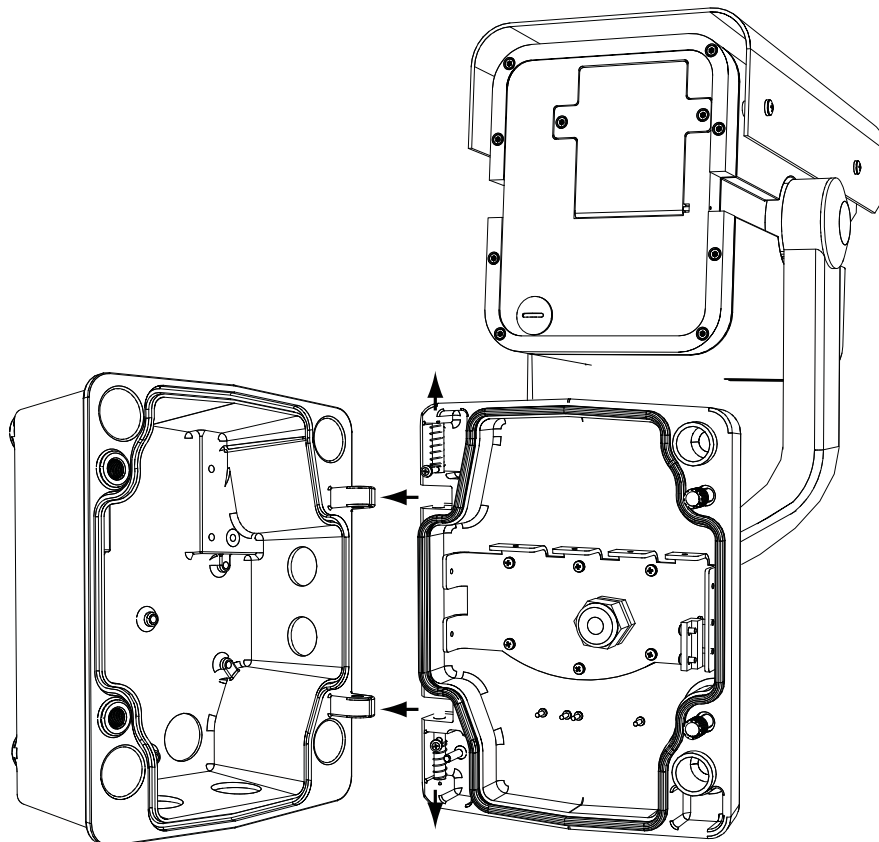

Рисунок 4.2 Выравнивание шарниров коробки для камеры
3. Обрежьте и зачистите все провода, чтобы обеспечить достаточный провес для подключения к соответствующим клеммам блока и исключить при этом заземление. Расположение контактов см. выше на рис. *Рисунок 4.2, Страница 17*.
3. Придерживая верхний шарнирный болт, откройте и выровняйте верхний и нижний шарниры кронштейна камеры с соответствующими точками сочленения распределительной коробки. Иллюстрацию см. на *Рисунок 4.2* выше.